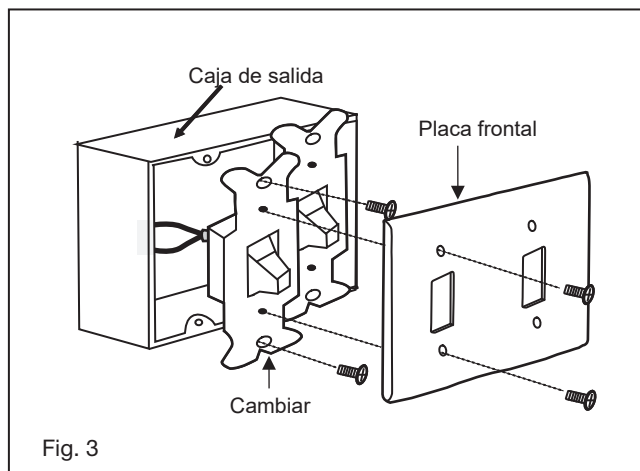

Fig. 3
- 6 Deslice la cubierta del yugo, el anillo de ajuste y el dosel sobre la varilla. (Fig. 3)
- 8 Pase los cables a través de los agujeros en la tapa de humedad de la bola de goma y deslice la tapa hacia abajo sobre la parte superior de la bola. (Fig. 3)
- 1 Retire la placa de pared existente y el interruptor antiguo de la caja de salida de pared. (Fig. 3)